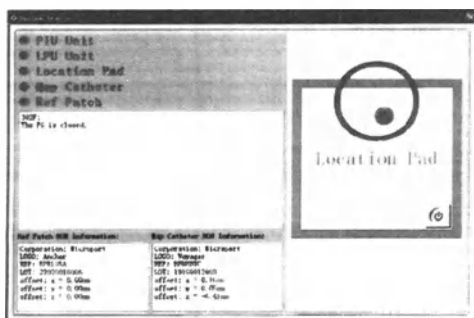

Рис. 5-6: Состояние остановки эмиттера магнитного поля
1. Если возникла необходимость в останове эмиттера магнитного поля, сначала следует нажать на значок состояния системы () в верхнем правом углу экрана, тут же всплывает окно состояния системы. Затем следует нажать на кнопку [ON/OFF] (ВКЛ/ВЫКЛ) (), эмиттер магнитного поля, чтобы закрыть эмиттер магнитного поля, и в этот момент значок состояния системы станет красным (), и кнопка переключения эмиттера магнитного поля также станет красной (). При этом в левом столбце состояния отобразится сообщение «302F location pad is shut down» (эмиттер магнитного поля 302F остановлен). (Рис. 5-6)